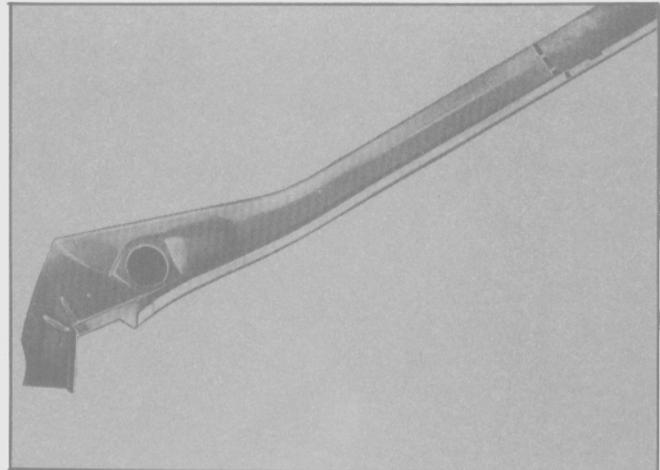

Fig. 253
- Medir y marcar el nuevo gotero dando un margen de 10 a 12 mm adicionales de material para el pestañado (Fig. 253).